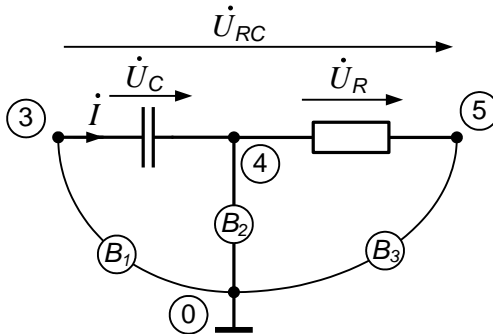

Рисунок 3.8
3) Схема фрагмента цепи с общим током \dot{I} изображена на рис. 3.8, вольтметры **B1**, **B2**, **B3** измеряют узловые потенциалы в точках **3,4,5**. Поясните, можно ли и почему с помощью двух вольтметров определить падение напряжения на емкости $|\dot{U}_C|$, на сопротивлении $|\dot{U}_R|$ и на всей ветви $|\dot{U}_{RC}|$?
4) Используя обозначения рис. 3.8 запишите выражения для тока \dot{I} через узловые потенциалы \dot{U}_{30} , \dot{U}_{40} и \dot{U}_{50} .